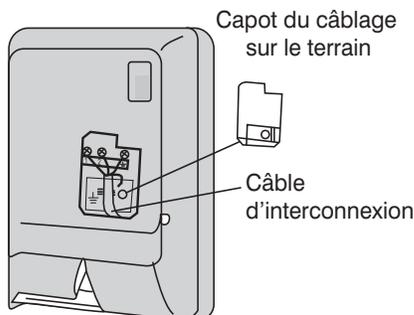

Fig. 15 – Protection du câblage sur site
5. Ouvrez le couvercle avant du module intérieur et retirez le couvercle du bloc de jonction du câblage sur site (consultez la fig. 15).